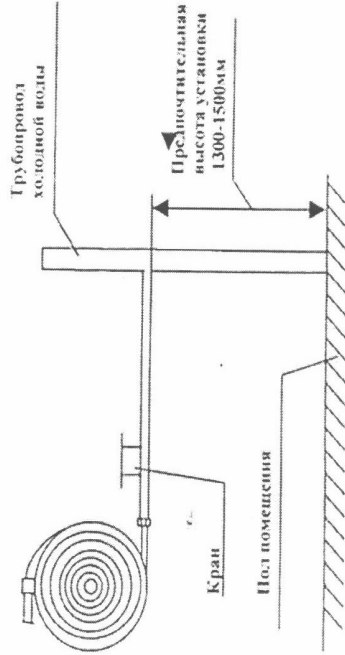

Рис. 2 Схема размещения «УВП-1»
6.2 Подключить устройство к отдельному крану на хозяйственно-питьевом водопроводе. Схема размещения представлена на рис. 2.